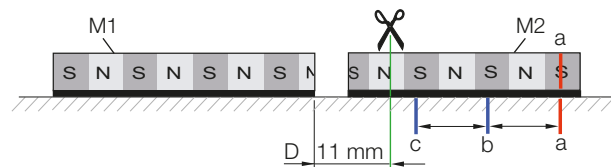

Fig. 4-11: Cortar a 11 mm
7. Recorte el cuerpo de medición M2 de modo que la distancia D que quede entre los dos cuerpos sea de 11 mm (anchura de 1 par de polos + 1 mm para el posicionamiento preciso). El hueco que queda entre los dos extremos de los cuerpos de medición determina dónde se debe cortar (Fig. 4-11).